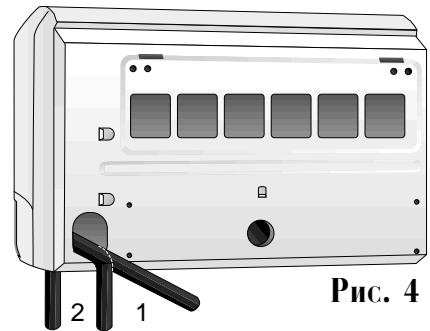

Рис. 4
- Трубопроводы хладоагента могут быть выведены в любом из двух направлений, показанных на рис. 4.